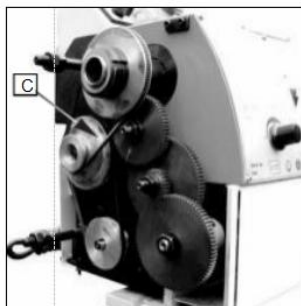

Fig. 16
2. Ajuste la correa trapezoidal (C, Fig.16) posición correspondiente.